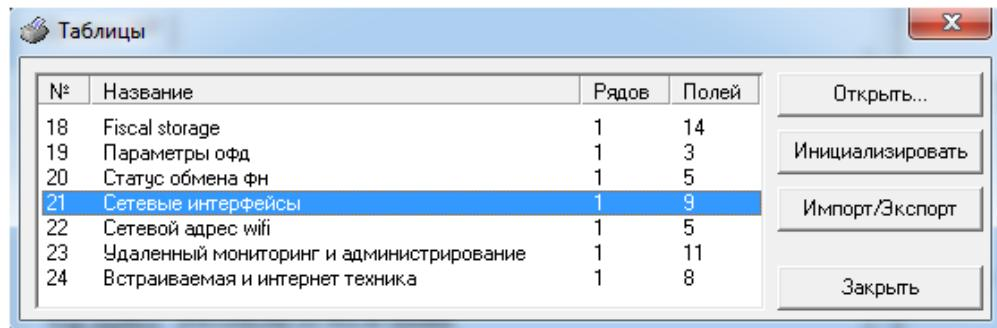

Рисунок 51: Выбор таблиц
- 6.2.2 Настройка RNDIS в таблицах ККТ. Для того, чтобы ККТ работала и передавала данные на сервер ОФД с использованием протокола RNDIS в таблице №21 «Сетевые интерфейсы» (Рисунок 51), в поле №9 "RNDIS" необходимо установить значение «1» (по умолчанию значение: «0» = Выключено). Значения таблицы приведены на рисунке 52.